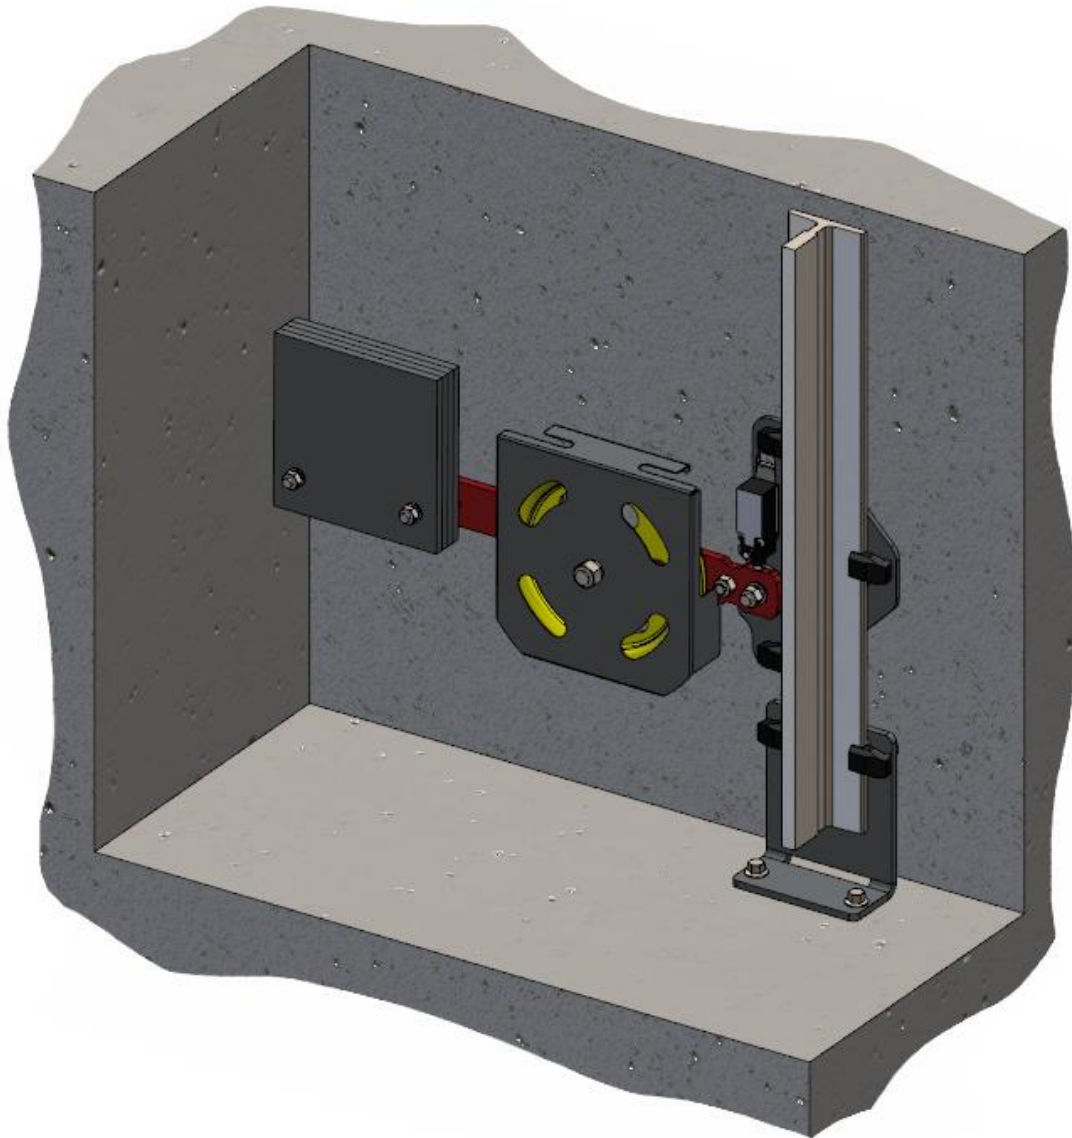

рис.52 Общий вид натяжного устройства в прямке
12.2 Установить натяжное устройство (рис.52) в прямке согласно установочному (монтажному) чертежу, так чтобы точка выхода каната со шкива и точка закрепления каната к рычагу механизма включения ловителей на кабине, находилась на одной вертикальной линии с отклонением не более 5 мм.